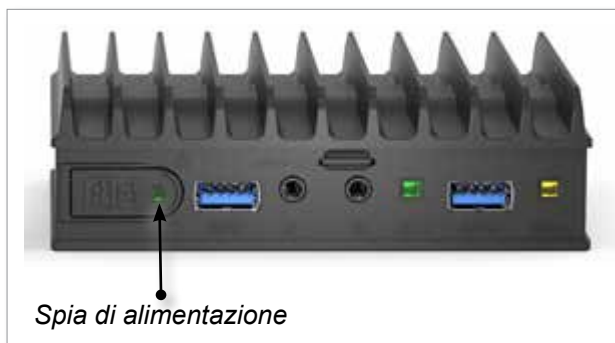

Figura 15-2 Spia di alimentazione Fitlet2
- Assicurarsi che Fitlet2 sia acceso. Una spia verde sulla parte anteriore del dispositivo indica che Fitlet2 è acceso. Vedere la Figura 15-2.